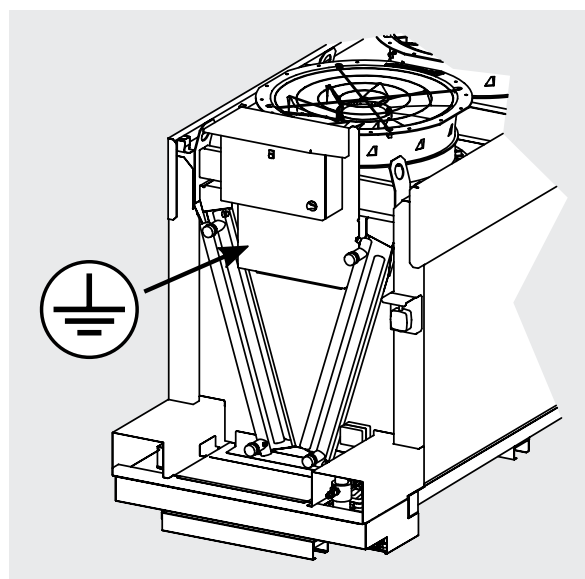

Figure 14
8.4 Pour minimiser le risque de contact indirect, le système électrique peut être mis à la terre à l'aide de la broche située sous le couvercle avant, voir la Figure 14.